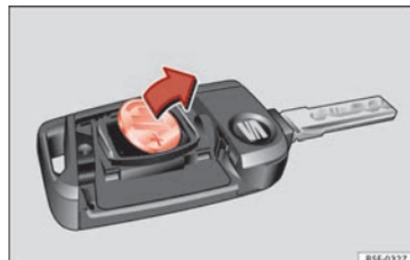

Abb. 138 Fahrzeugschlüssel: Batterie herausnehmen.
- Batterie mit einem geeigneten dünnen Gegenstand aus dem Batteriefach heraushebeln »» Abb. 138.
- Neue Batterie wie gezeigt ansetzen »» Abb. 138 und entgegen der Pfeilrichtung in das Batteriefach drücken »» .